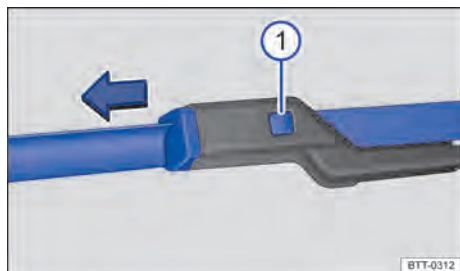

Fig. 208 Substituir as palhetas dos limpadores do para-brisa.
- Manter o botão de destravamento ⇒ **Fig. 208**  pressionado e, ao mesmo tempo, retirar a palheta dos limpadores do para-brisa no sentido da seta.